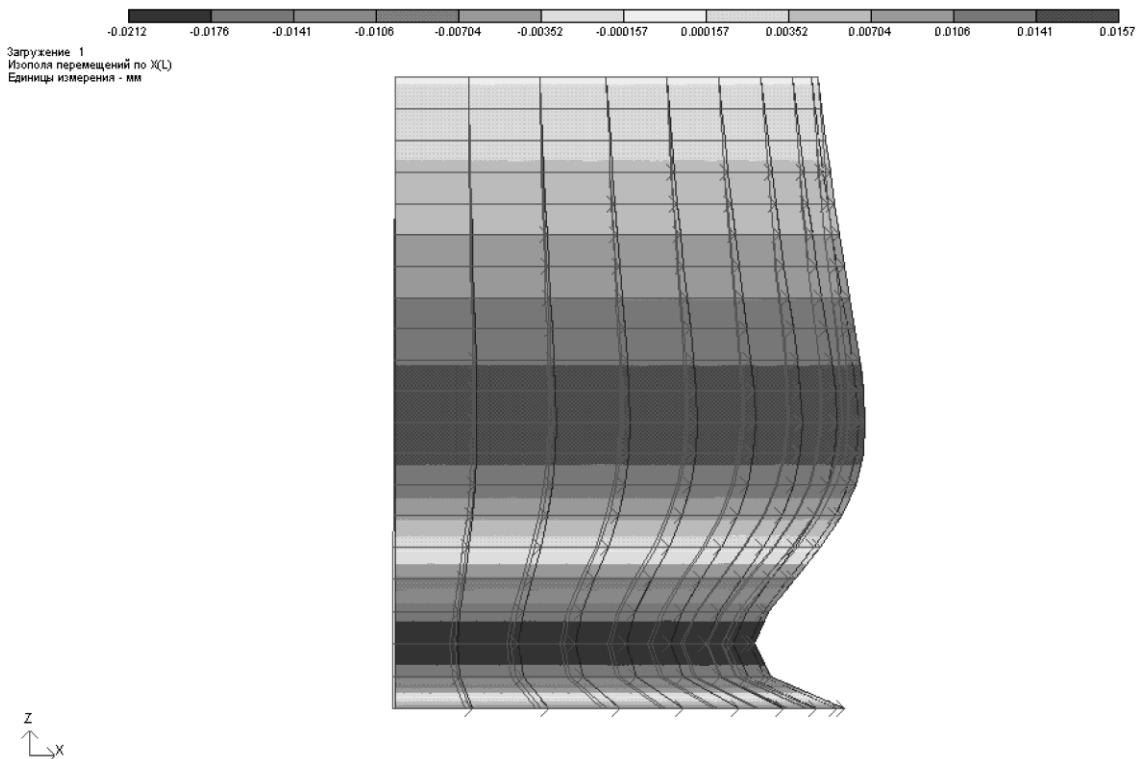

Рис.6.13. Изополя перемещений по направлению локальной оси X в элементах стенки резервуара
- Переключите схему в проекцию на плоскость YOZ (рис.6.13) с помощью меню **Вид ⇒ Проекция на плоскость YOZ** (кнопка  на панели инструментов).